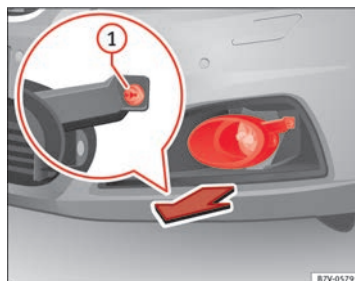

Fig. 209 Nella parte destra del paraurti anteriore: Rimozione dei fari.
2. Tirare la copertura verso l'alto nella direzione indicata dalla freccia ⇒ fig. 209.
3. Svitare la vite di fissaggio ⇒ fig. 209 ① utilizzando il cacciavite fornito insieme agli attrezzi di bordo ⇒ pagina 338.
11. Serrare la vite di fissaggio ⇒ fig. 209 ① servendosi del cacciavite.
12. Posizionare la copertura del paraurti ⇒ fig. 209.